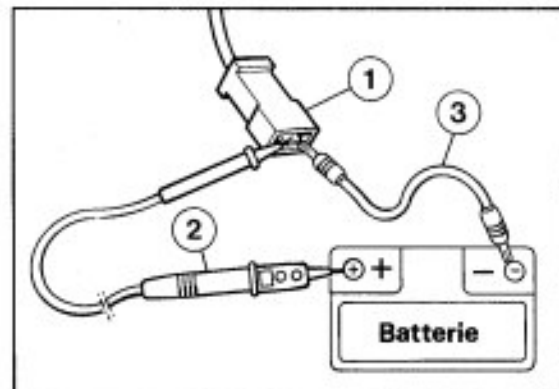

Bild 4
- LED-Spannungsprüfer (2) gemäß Bild 4 anschließen.
- Zusätzlich Hilfsleitung (3) gemäß Bild 4 anschließen (Masseschluß).
- Nach 4 Sek. Hilfsleitung (3) wieder abklemmen und sofort Fehlercode auslesen und notieren.
- Durch erneutes Anschließen des Hilfskabels (3) für mindestens 4 Sek. nächsten Fehlercode auslesen.